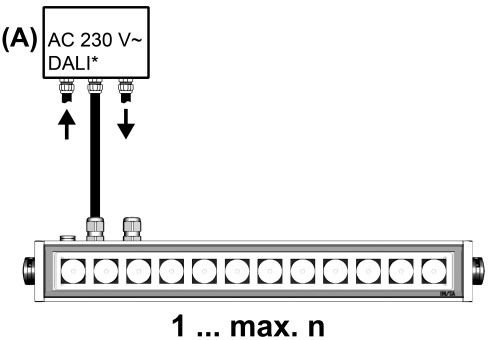

Bild 5: Anschluss-Übersicht (Variante 'L')
- Die Anschlussklemmen müssen bauseits mit einer zusätzlichen Umhüllung (A) versehen werden, so dass die Anforderungen an eine doppelte oder verstärkte Isolierung sowie eine der Montageumgebung entsprechende Schutzart erfüllt sind (Bild 5).